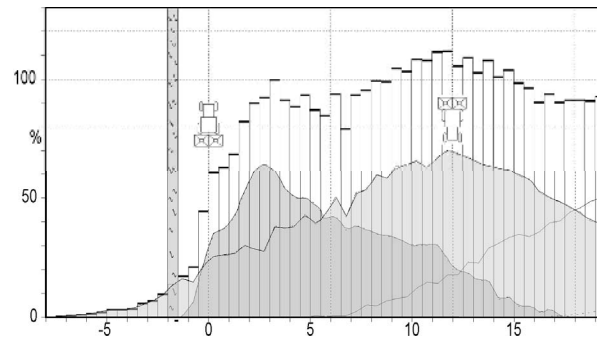
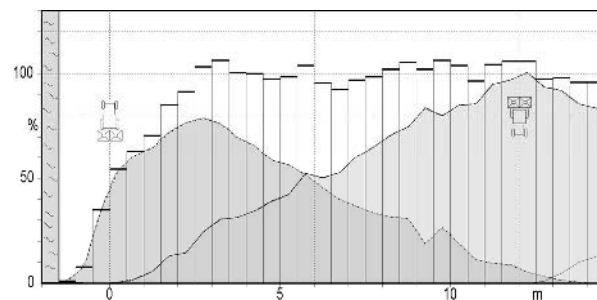

Рис. 13
Рис. 14
- Закладывают технологические колеи на расстоянии от 10 до 12 метров друг от друга (Рис. 13 и Рис. 14).
В распределяющих дисках OM 10-16 дальность распределения составляет ок. 36 м (см. Рис. 14). В результате этого при 15 и 16 м образуются большие зоны наслаивания, которые являются положительным фактором для равномерного внесения удобрений. При ширине захвата 10 и 12 м такая дальность распределения является негативной, в особенности при использовании отражающего щитка для распределения на границах.
Так, например, распределение на границах (с помощью отражающего щитка) на расстоянии 1,5 м при технологической колее 16 м имеет преимущество, так как удобрения не перебрасываются за границу поля. Если с таким же положением лопастей (для некоторых сортов удобрений, например, КАС, имеется возможность достигать оптимального поперечного распределения при ширине захвата 10-16 м с тем же положением лопастей) расстояние между технологическими колеями все же составляет 12 м или 10 м, диски OM 10-16 при обратном проходе перебрасывают значительное количество удобрений (приблизительно на 4,5 и 6,5 м) за границу поля (смотрите Рис. 13).
В соответствии с постановлением о внесении удобрений распределение за границей поля не разрешается, то соблюдение этого постановления в вышеописанных вариантах возможно только при использовании дисков OM 10-12 (смотрите Рис. 13).